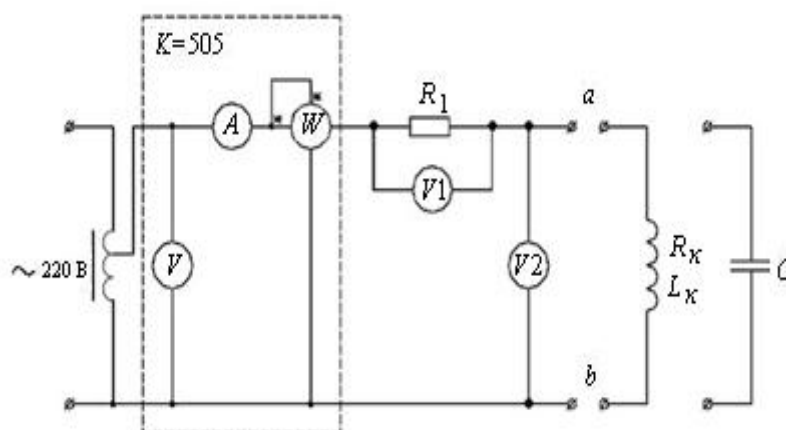

Рисунок 5.1 – Схема исследуемой цепи
5.3.1 Экспериментально определить параметры катушки индуктивности и конденсатора на основании показаний приборов по схеме (рисунок 5.1). Результаты занести в таблицу 5.1.